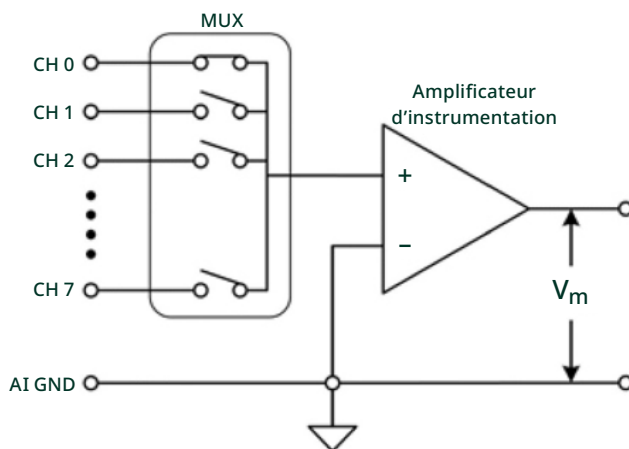

Figure 39. Le canal de référence commun des systèmes GRSE ou RSE est connecté à la masse de l'instrument.
Les configurations asymétriques sont généralement la configuration par défaut des instruments. Elles diffèrent des configurations différentielles, car un seul canal d'entrée analogique est nécessaire pour la mesure. Tous les canaux de l'instrument utilisent l'entrée négative de l'amplificateur d'instrumentation comme référence commune, comme le montre la Figure 39. Étant donné que les configurations asymétriques n'utilisent qu'une seule entrée, elles peuvent effectuer deux fois plus de mesures qu'un système à configuration différentielle avec le même nombre de canaux physiques. En contrepartie, les mesures asymétriques sont sensibles aux boucles de masse, ce qui peut diminuer l'exactitude des mesures.
- **Tout d'abord, les systèmes asymétriques référencés à la masse (GRSE), aussi appelés systèmes asymétriques référencés (RSE).** Le canal de référence de ces systèmes est connecté à la masse de l'instrument. Dans l'exemple de système RSE illustré à la Figure 39, le canal de masse de l'instrument est étiqueté AI GND (entrée analogique GND).